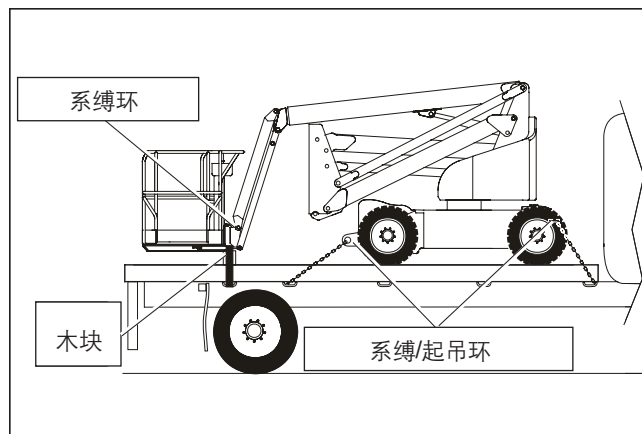

图 5 – 平台
4. 在平台支架下方垫上一个大木块(请参见图 5)。降下平台，使其搁在木块上。